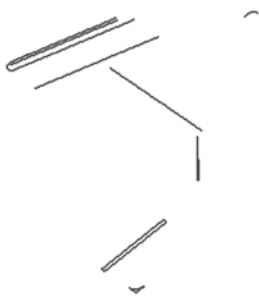
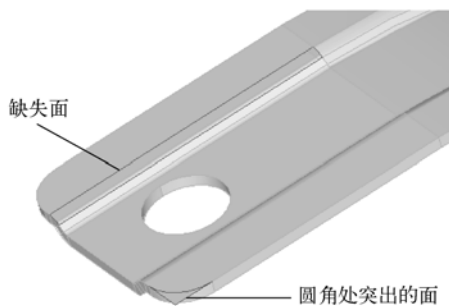

图 3-15 模型中自由边位置
图 3-16 模型中错误的几何要素
- (1) 观察模型是否含有错误的连接关系以及缺失面或重复面。
- (2) 进入 autocleanup 面板，此时模型边沿依据其拓扑状态进行渲染。
- (3) 单击 Wireframe Geometry () 按钮，模型以线框模式显示。
- (4) 单击“视图工具”() 按钮，视图工具控制模型表面和边沿的显示方式，模型表面可以被渲染或是线框化。这个菜单里的复选框控制着不同边界和硬点的显示状态。
- (5) 勾选 Free 复选框，此时只有自由边显示在窗口区。
- (6) 观察自由边并记住它们的位置，自由边（红色）处表示此位置具有不正确的连接关系或是有间隙。注意那些闭环的自由边，这些位置可能是缺失面，如图 3-15 所示。
- (7) 勾选 Non-manifold 复选框，观察 T 形边（黄色）的位置，T 形边指一条边被两个或两个以上的面共享。本实例模型中有两个闭合的 T 形边，表明在这些位置中可能含有重复面。
- (8) 勾选所有复选框，单击 Close 按钮退出视图控制窗口。
- (9) 单击 Shaded Geometry and Surface Edges () 按钮，此时模型以渲染模式显示。
- (10) 移动、旋转和缩放模型，找到模型不正确连接位置，如图 3-16 所示。